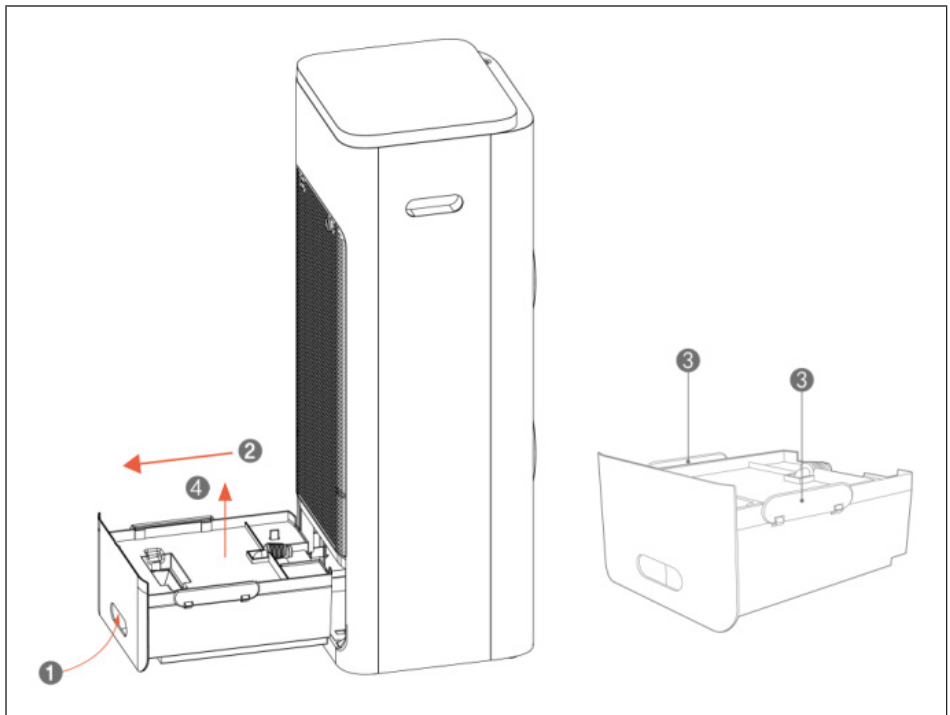

Abbildung 4
2. Entnehmen Sie den Wassertank (siehe Abbildung 4).
- a. Drücken Sie im Griff des Wassertanks gegen die Oberseite (1).
- b. Ziehen Sie den Wassertank heraus (2).
- c. Lösen Sie die Verschlüsse an beiden Seiten der Wassertankabdeckung (3).
- d. Nehmen Sie die Abdeckung des Wassertanks ab (4).